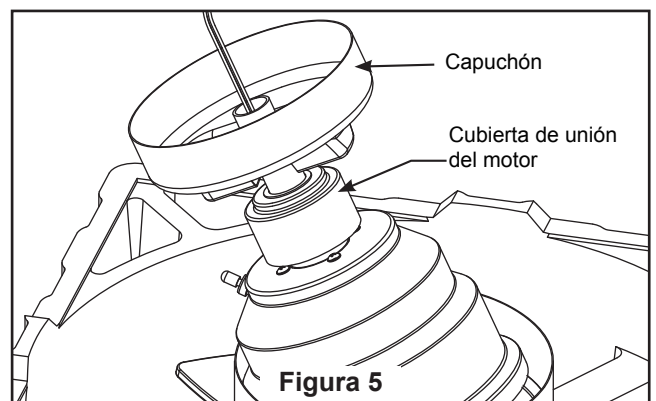

Figura 5
4. Deslice la cubierta de unión del motor hacia abajo hasta que toque la parte superior del motor y ensamble el capuchón como se muestra. (Figura 5)